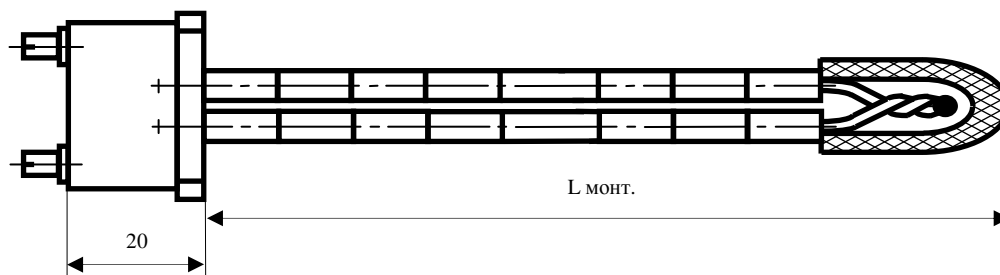

Рисунок 1. Преобразователи термоэлектрические ТХА 002-01, ТХК 002-01
- Внешний вид термопар и их основные размеры представлены на рис. 1 и в табл. 1